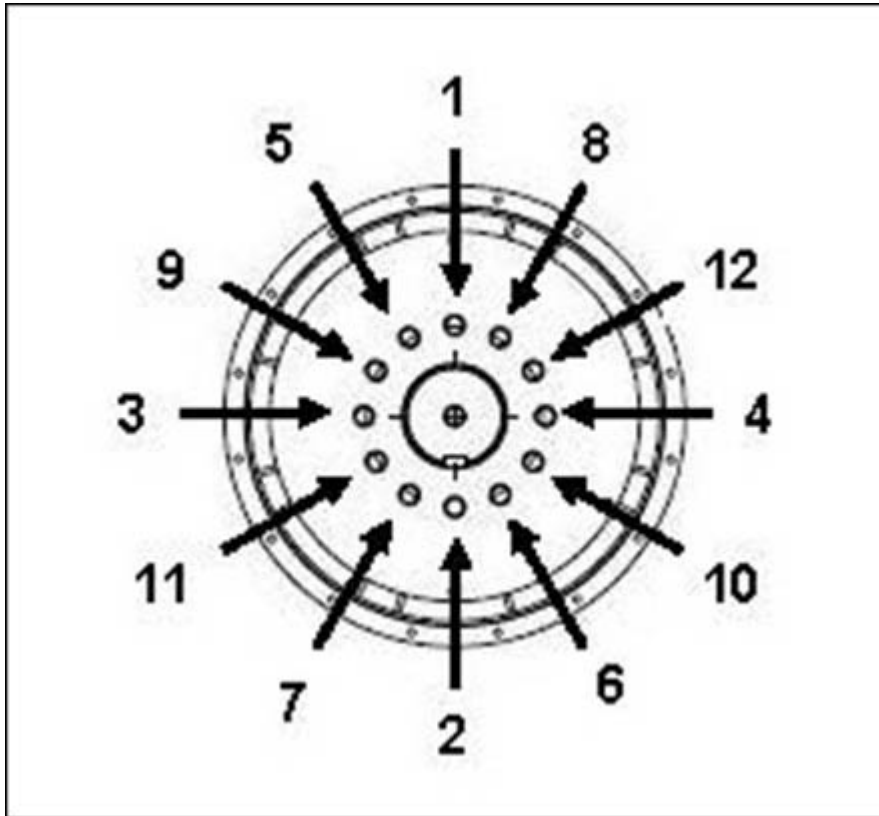

ABBILDUNG 22. REIHENFOLGE DER BEFESTIGUNG AN NABE
4. Gegebenenfalls die Schrauben der Kupplungsscheibe in der Reihenfolge anziehen. Siehe dazu Abbildung 22 auf Seite 44.